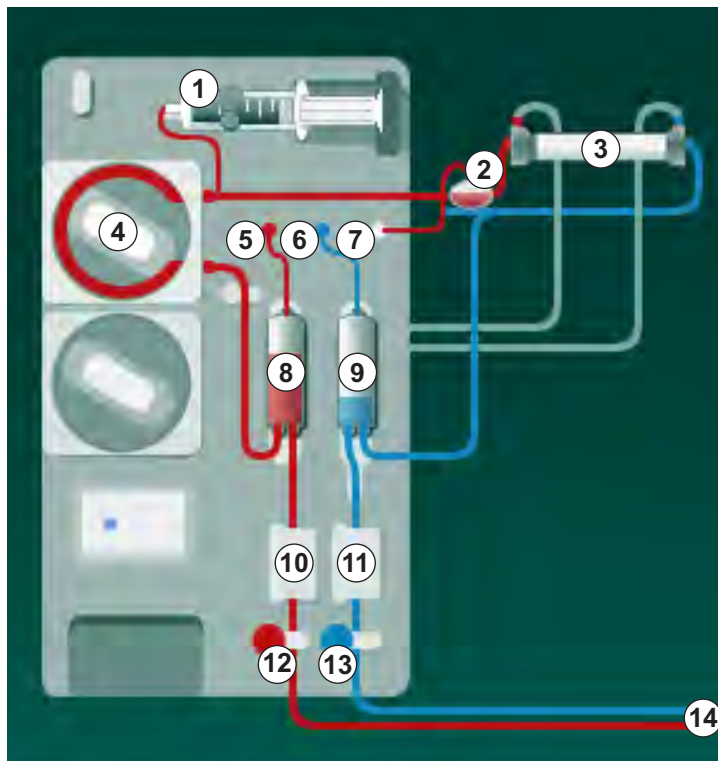

Fig. 9-3 Insertion du système de lignes à sang - Simple Aiguille Cross-Over
1. Fixer le dialyseur (Fig. 9-3, ③) dans le support de dialyseur (voir la section 5.6 Connexion du dialyseur (95)).